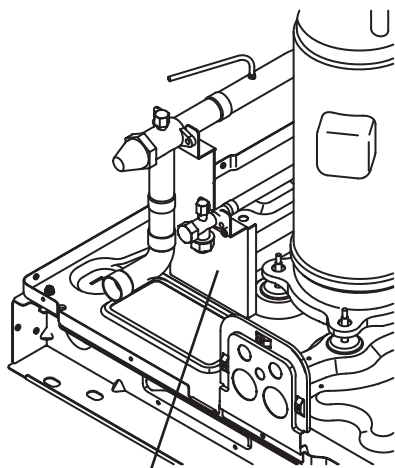

Рис. 4-7
- Как показано на Рис. 4-7, установка листа металла под клапаном позволяет избежать повреждения рамы пламенем.